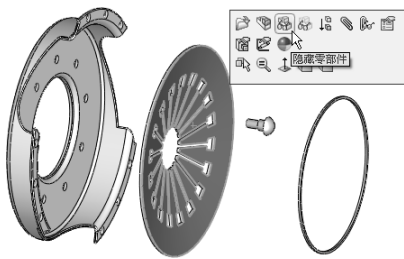

图 5-25 将零部件隐藏
STEP 2 单击膜片弹簧和铆钉，在弹出的快捷操作面板中单击“隐藏零部件”按钮, 将这两个零部件先隐藏，如图 5-25 所示。